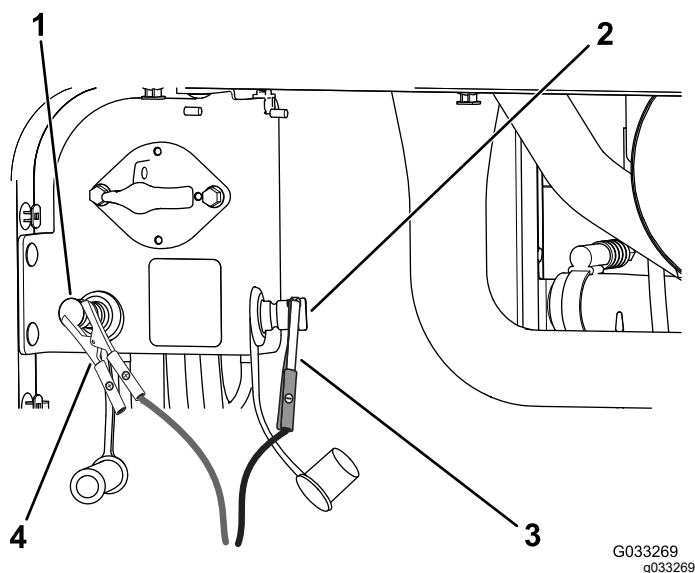

Рисунок 109
4. Подсоедините положительный (+) пусковой соединительный кабель к положительному штырю запуска от внешнего источника (Рисунок 109).
- Подсоедините отрицательный (-) пусковой соединительный кабель к отрицательному штырю запуска от внешнего источника (Рисунок 109).
- Когда двигатель запустится, другой человек должен отсоединить отрицательный (-) пусковой соединительный кабель от отрицательного штыря запуска от внешнего источника, а затем отсоединить положительный (+) пусковой соединительный кабель (Рисунок 109).